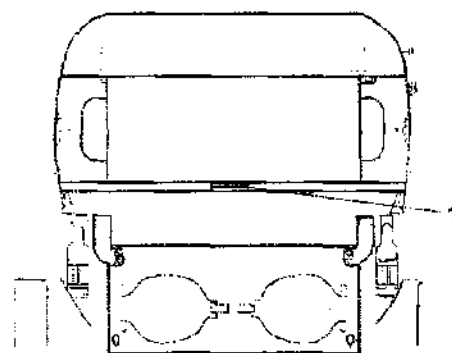

Рисунок 2.3.3 – Вид на ручку поддона
- полностью откинуть боковую дверцу (рисунок 2.3.3), переводя ее в отвесное положение;
- выдвинуть до упора поддон с матрасиком за ручку 1 (см. рисунок 2.3.3);